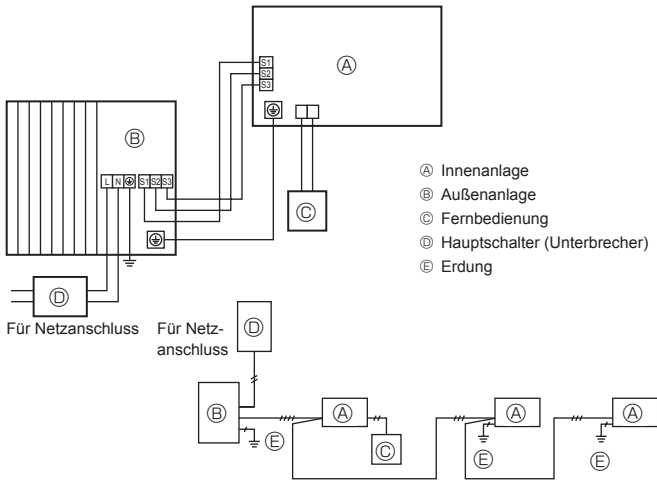
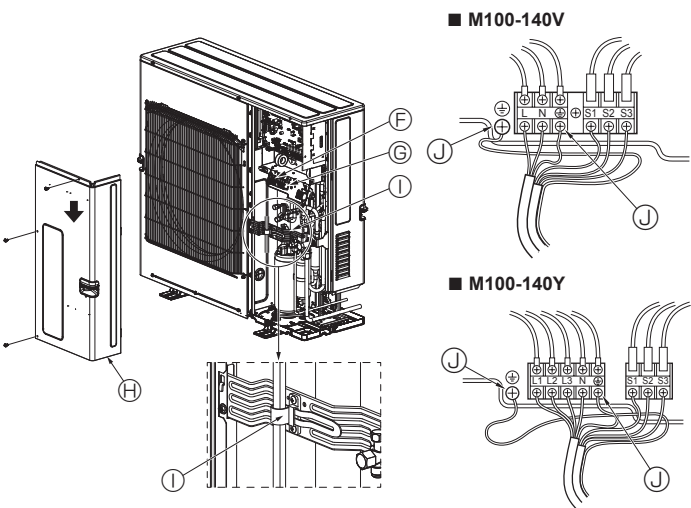

Fig. 6-1
Fig. 6-2
6.1. Auenanlage (Fig. 6-1, Fig. 6-2)
- ① Die Bedienungsplatte abnehmen.
- ② Die Kabel gem der Fig. 6-1 und der Fig. 6-2 verdrahten.